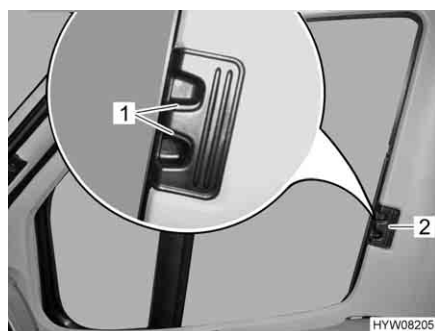

Fig. 44 Tendina oscurante pieghevole per il finestrino del conducente/passeggero
- Comprimere le levette di bloccaggio (Fig. 44,1) e mantenerle in questa posizione.
- Con la levetta (Fig. 44,2) tirare le tendine oscuranti pieghevoli per il finestrino del guidatore e del passeggero verso l'altro lato della finestra e congiungerle alle strisce magnetiche.
- Inserire fino all'arresto le tendine oscuranti pieghevoli per il finestrino del guidatore e del passeggero per la maniglia (Fig. 44,2).
- Rilasciare le levette di bloccaggio (Fig. 44,1) e mantenerle innestate.